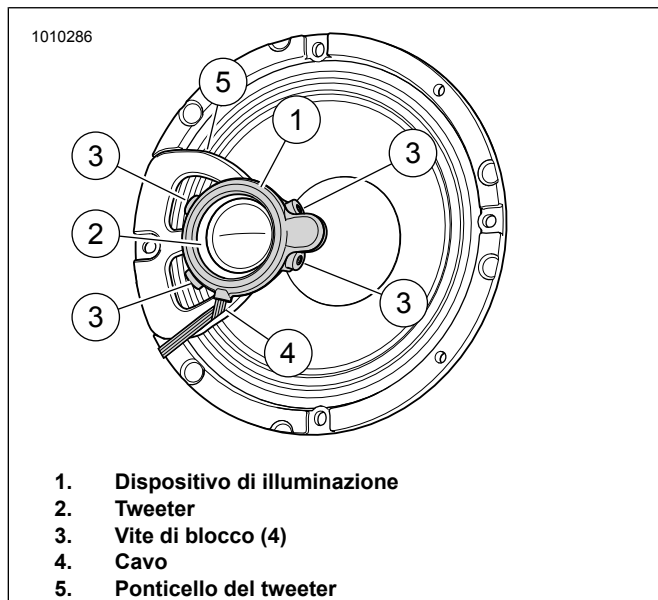

Figura 29. Tweeter, ponticello del tweeter, luce LED e altoparlante
Vedere la figura 29. Collocare il dispositivo di illuminazione (1) sul tweeter (2) come mostrato. Premere leggermente il dispositivo di illuminazione per posizionarlo.